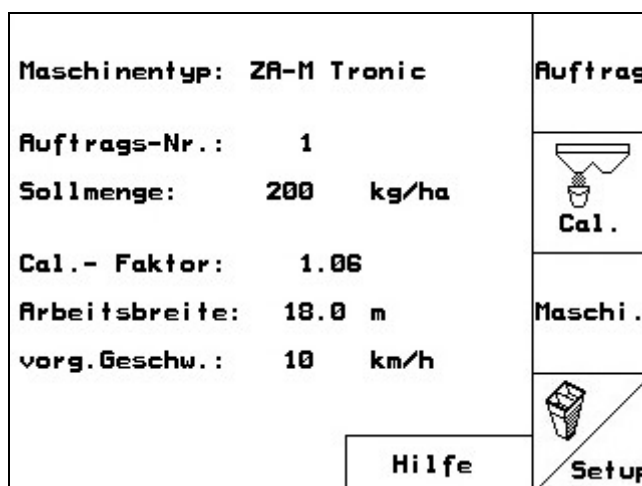

Fig. 17
-  - Hjelp-menyen er bare tilgjengelig fra hovedmenyen (Fig. 17).